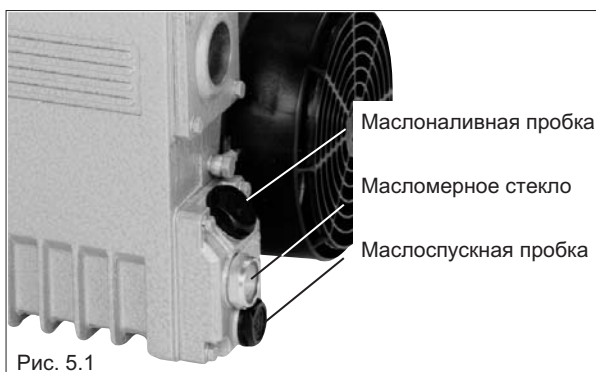

Рис. 5.1
### 3. Наполнение маслом (Рис. 5.1)
2. При низком уровне масла (см. маркировку на стекле масломера(3), рис. 3.1) необходимо долить масло. Доливать (5) масло нужно до тех пор, пока его уровень не достигнет маркировки MAX на стекле масломера (рис. 5.1).